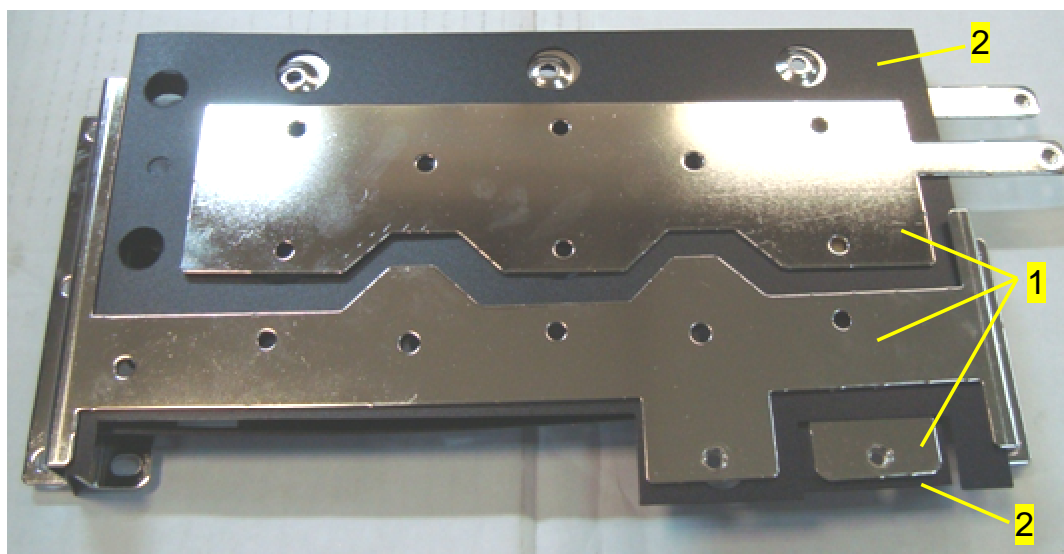

Рис. 7.8
- собрать на рабочем столе пакет изолирующих прокладок и шин блока конденсаторов (рис. 7.8);